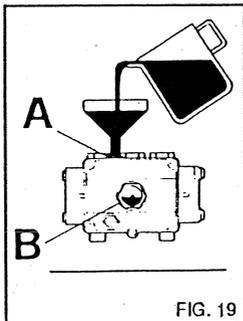

FIG. 19
- 3) Avvitare il tappo di scarico ed introdurre l'olio dal tappo superiore (fig. 19 A) fino al livello indicato sulla spia (fig. 19 B).